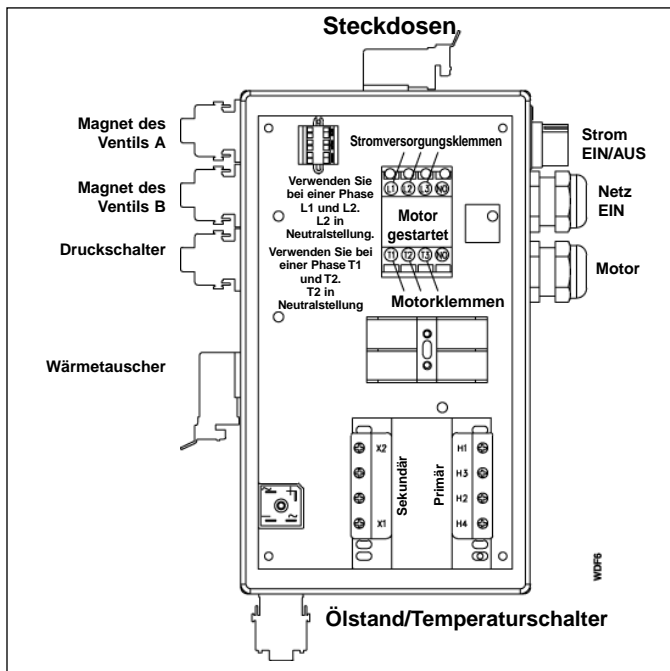

Abbildung 4, Verdrahtungsplan
Der Wärmetauscher, der Druckschalter, die Magneten (A) und (B) werden mit Steckverbindern geliefert, die mit den entsprechenden Steckern in dem Elektroschaltschrank verbunden werden (Abbildung 4) Der Fußschalter wird mit der entsprechenden Steckdose verbunden.